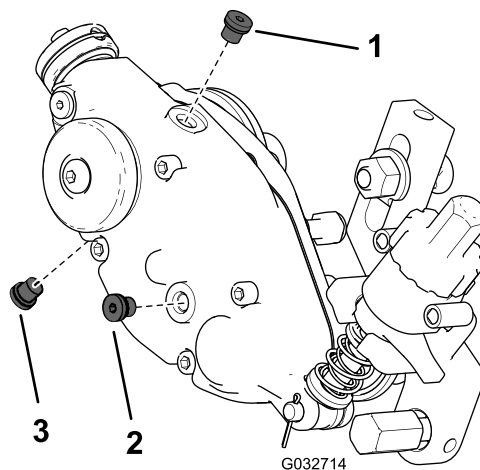

図 22
2. ハウジングの下にあるドレンプラグを抜く図 22。
3. ハウジングの側面にあるオイル量点検プラグを抜いてオイルを抜けやすくする図 22。
7. ハウジングの上部にある補給プラグを抜く図 22。